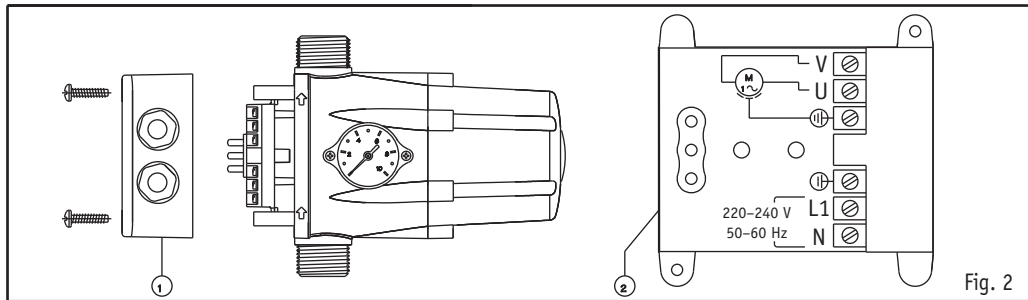

Fig. 2
CONEXIÓN ELÉCTRICA (fig. 2)
- El grupo bomba arranca automáticamente y en un periodo de 20-25 segundos el manómetro deberá alcanzar, aproximadamente, la presión máxima que suministra la bomba, durante el funcionamiento de la misma el indicador luminoso correspondiente (ON) permanecerá encendido.
- Conexión eléctrica errónea: Verificar las conexiones según se indica en la fig. 2.
- Bomba bloqueada: Indicador luminoso (FAILURE) encendido, ha funcionado el sistema de seguridad. Al actuar sobre el pulsador de arranque manual (RESET) el indicador luminoso (ON) se enciende pero la bomba no se pone en marcha: Contactar con el servicio técnico.
ELECTRIC CONNECTION (fig. 2)
- d) Incorrect electric connection: Verify the connections according to fig. 2
- b) Pump is blocked: LED (FAILURE) is on, the security system is activated. When we act on the manual start switch (RESET) the LED (ON) is activated but the pump does not work: Contact with your dealer.
COLLEGAMENTO ELETTRICO (fig. 2)